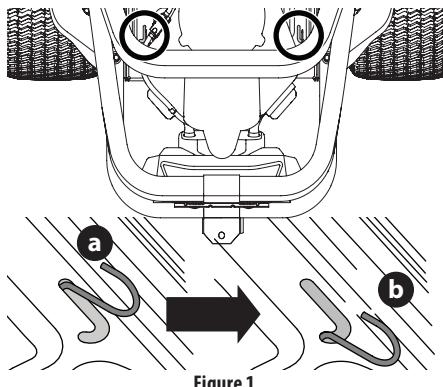

Figure 1
- Pour engager les goupilles de dérivation de transmission, tirez la goupille vers l'arrière (a), puis insérez-la dans la section inférieure de la fente en forme de « J » (b). Répétez cette étape du côté opposé (Figure 1).